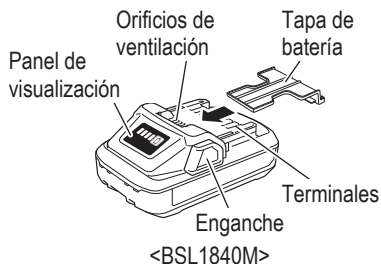

Fig. 4
- **Instale el paquete de baterías en la herramienta eléctrica o almacénelo presionando la tapa de baterías hasta que se oculten los orificios de ventilación para evitar cortacircuitos. (Ver Fig. 4)**